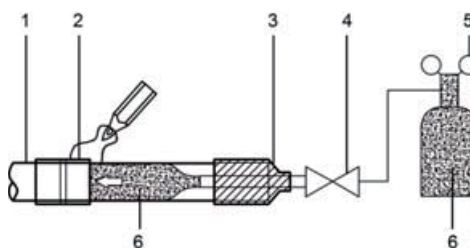

Figura 32
- Cuando la tubería se llena con nitrógeno durante la soldadura, el nitrógeno debe reducirse a 0,02 MPa al utilizar la válvula de liberación de presión. Vea la Figura 32.